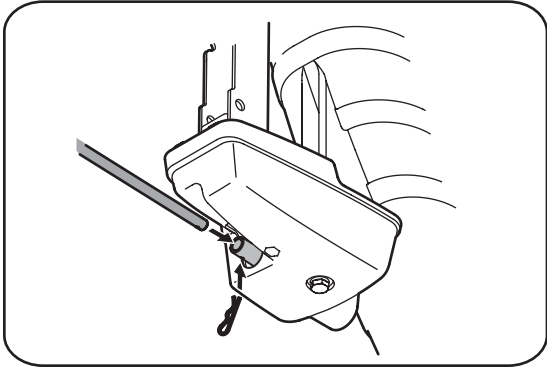

Figure 3-6
- Retirez la goupille fendue et insérez la manivelle de commande de la goupille dans le raccord sur l'ensemble de la commande de la goupille. Voir la Figure 3-6.